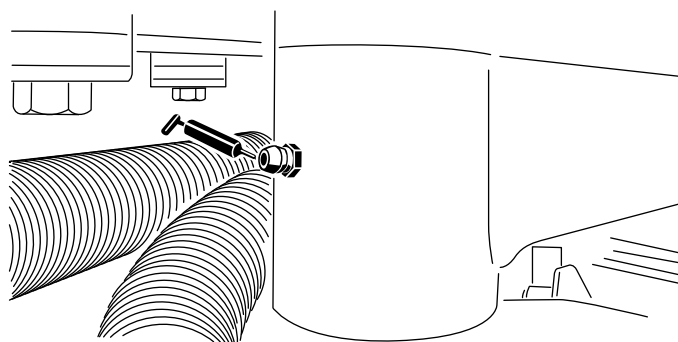

Figura 38
- Comandi dello sterzo (2) (sotto il bordo sotto il settore di sterzata) e albero di direzione (2) (Figura 38)